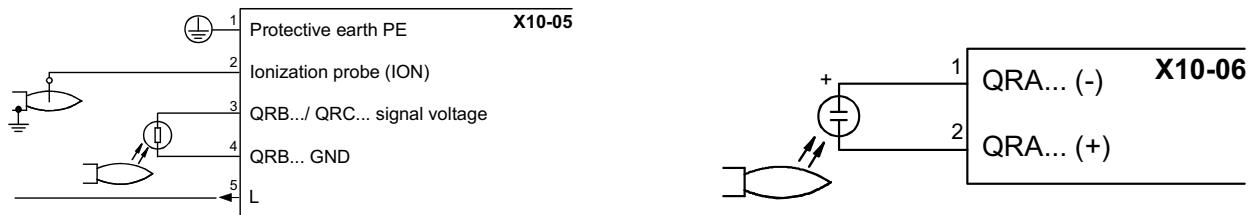

Рис. 37
- Проверить и аккуратно почистить фотоэлемент улавливания пламени и, если необходимо, заменить его. В случае возникновения сомнения, проверить контрольный контур, после того, как горелка будет вновь запущена, согласно схеме на Рис. 37;